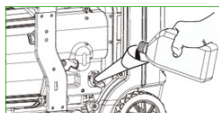

Fig. 2
- Adicione 0,7 L de óleo. (Consulte a tabela de óleos recomendados - Fig. 4) (Fig. 2)